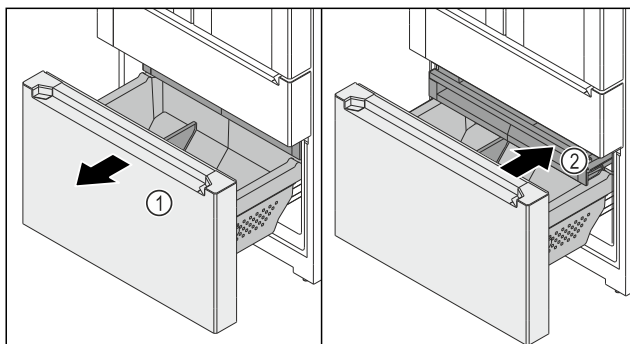

Fig. 150
- ▶ Izvlecite izvlečni voziček Fig. 150 (1) do omejevala.
- ▷ Predal Fig. 150 (2) je samodejno izvlečen.
- ▶ Vstavite predal Fig. 150 (2).